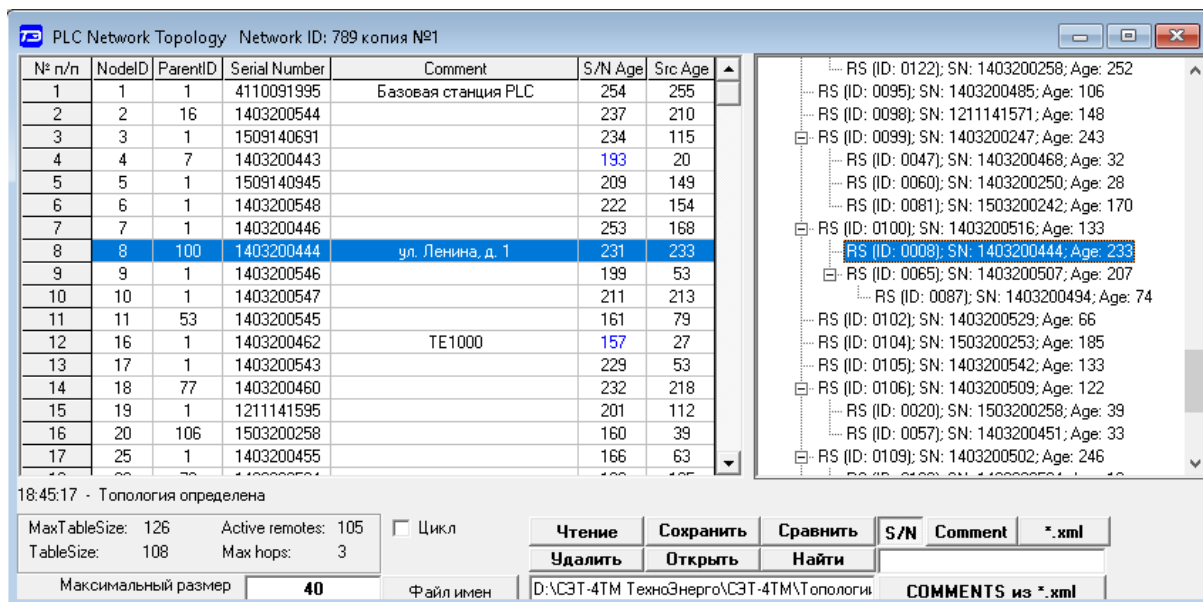

Рисунок 67 – Форма «Топология PLC сети»
5.2.9.3 В левой части таблицы (рисунок 67) перечислены идентификаторы удаленных модемов (Node ID, короткие сетевые адреса), которые им были присвоены базовой станцией в момент первого подключения, идентификаторы ретрансляторов (Parent ID), через которые удаленные модемы подключаются к базовой станции, и серийные номера (расширенные адреса) удаленных модемов. Кроме того, в левой части таблицы приведены параметры S/N Age и Src Age, характеризующие время жизни соединения. Оба этих параметра должны быть одинаковыми или отличаться на 1-4 единицы, если с удаленным модемом нет обмена. Если оба параметра или Src Age равны нулю, то это означает, что удаленный модем не подтвердил свое подключение к базовой станции в течение установленного времени.
5.2.9.6 В правой части таблицы (рисунок 67) представлена топология сети в виде дерева, из которой визуально можно определить, каким образом удаленные модем подключены к BS. Так модем с ID=0008 находится на расстоянии двух хопов от базовой станции и подключен к ней через два ретранслятора с ID=0100.